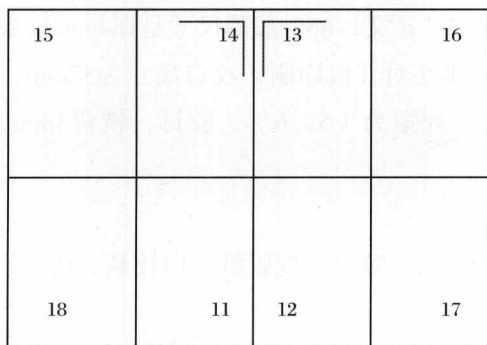

图1-9 自翻身版示意图
⑤ 在实际生产中，小帖一般做成自翻身版，这小帖两面应在一个版面上，若第二帖为小帖，则小帖的折样展开应如图1-9所示。